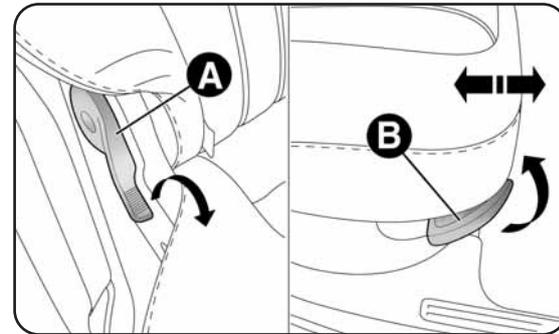

fig. 59
- agire su una delle leve A-fig. 59 per ribaltare lo schienale desiderato (per rendere più agevole l’operazione portare leggermente in avanti il sedile agendo sulla leva B, per versioni/mercati, dove previsto).
Per ampliare maggiormente lo spazio del vano bagagli, i sedili posteriori possono essere spinti in avanti utilizzando la maniglia B-fig. 59 (per versioni/mercati, dove previsto).
Dopo aver premuto le leve A-fig. 59, sollevare gli schienali spingendoli indietro fino a percepire lo scatto di bloccaggio di entrambi i meccanismi di aggancio. Utilizzando la maniglia B-fig. 59 (per versioni/mercati, dove previsto) spostare indietro i sedili fino a percepire lo scatto di bloccaggio.